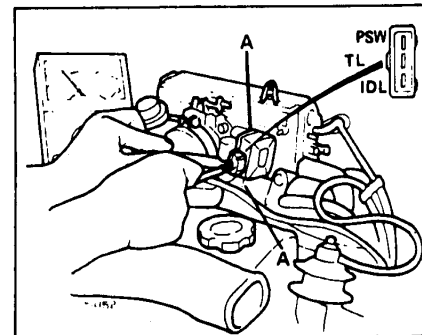
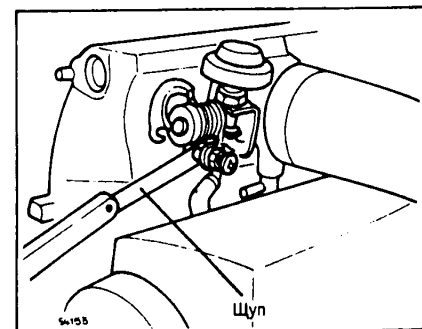

Рис. 4 Проверка датчика положения дросселя
Рис. 5 Регулировка датчика положения дросселя
- Цель холостого хода: подсоедините омметр к клеммам IDL и TL датчика (рис. 4), установите щуп толщиной 0,5 мм между винтом дросселя и ограничителем хода (рис. 5).
- Ослабьте два винта крепления датчика (рис. 4, A), добейтесь правильных показаний, описанных выше, поворачивая датчик.